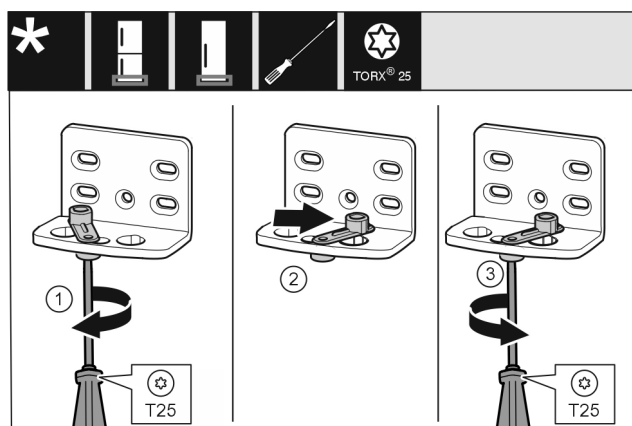

Fig. 13
- Svitare allentando la vite con il cacciavite T25. Fig. 13 (1)
- Sollevare l'ausilio di chiusura della porta e ruotarlo di 90° verso destra nel foro. Fig. 13 (2)
- Serrare la vite con il cacciavite T25. Fig. 13 (3)